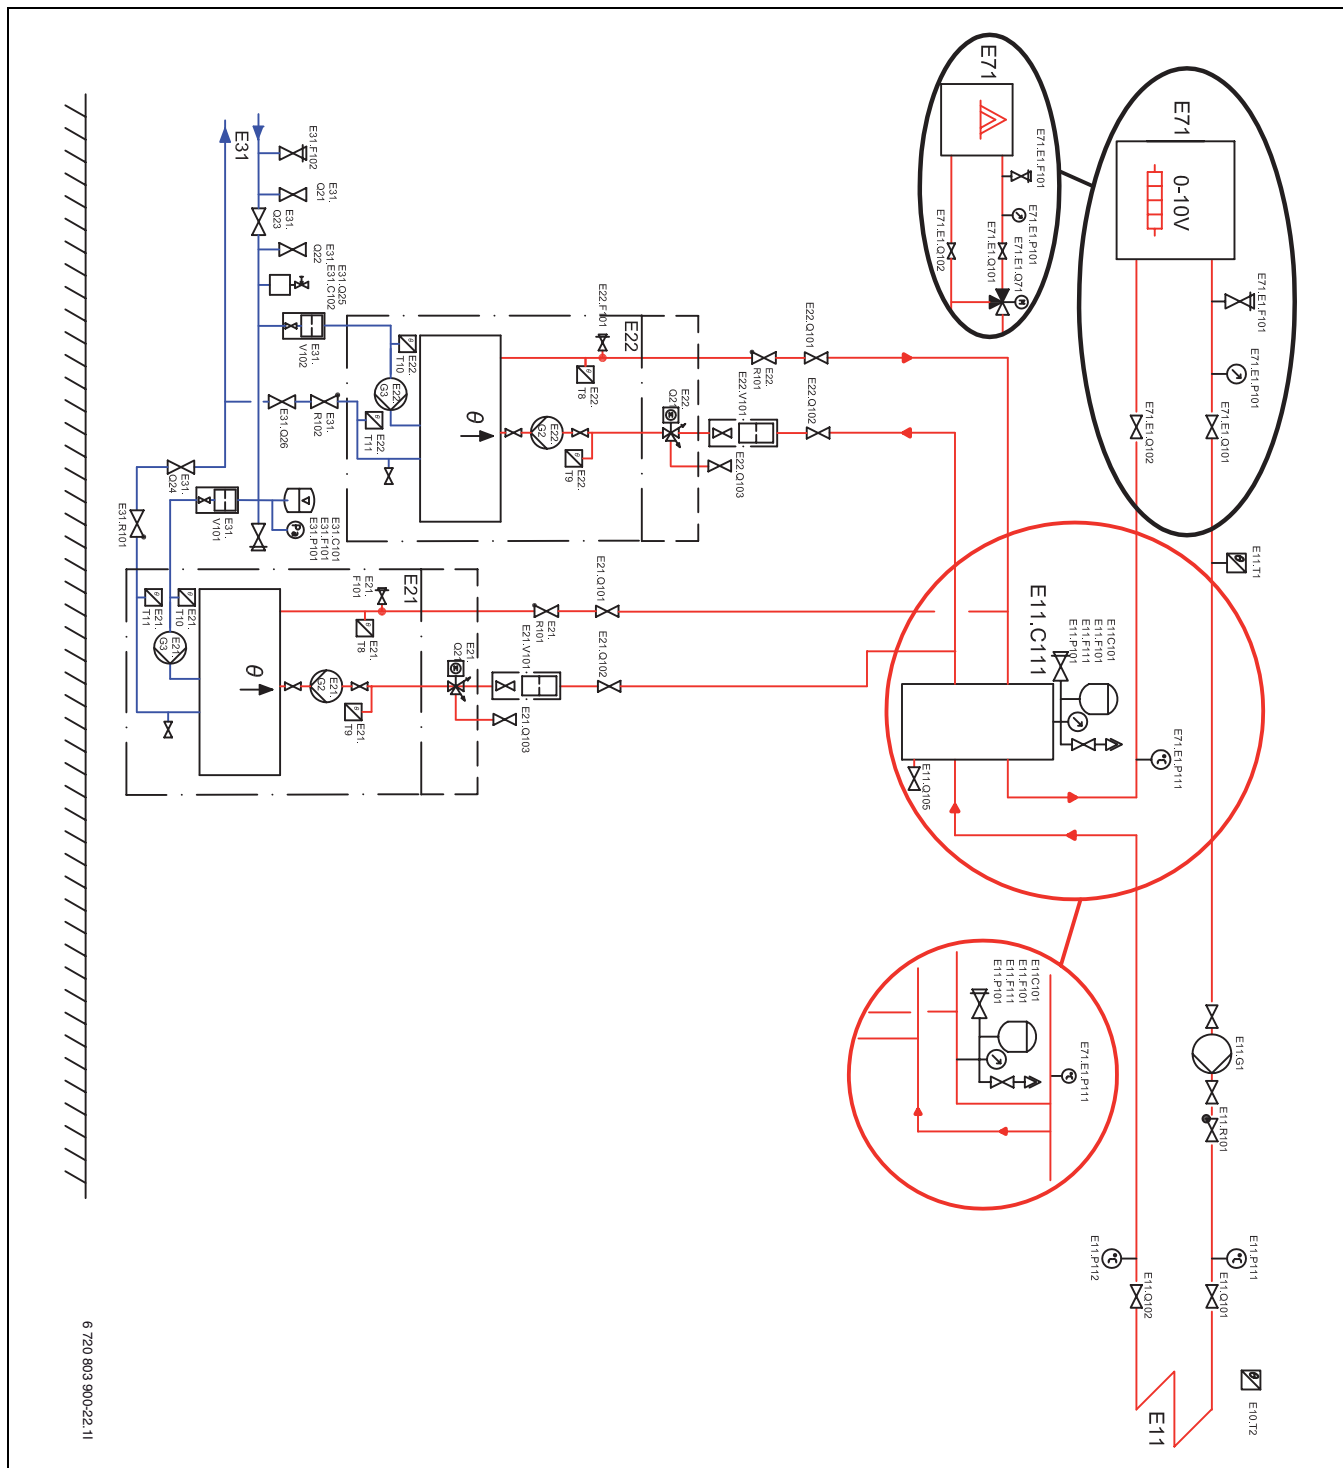

Bild 13 Kaskadsystem utan varmvatten
8.5.1 Kaskadsystem utan varmvatten (→ Bild 13)